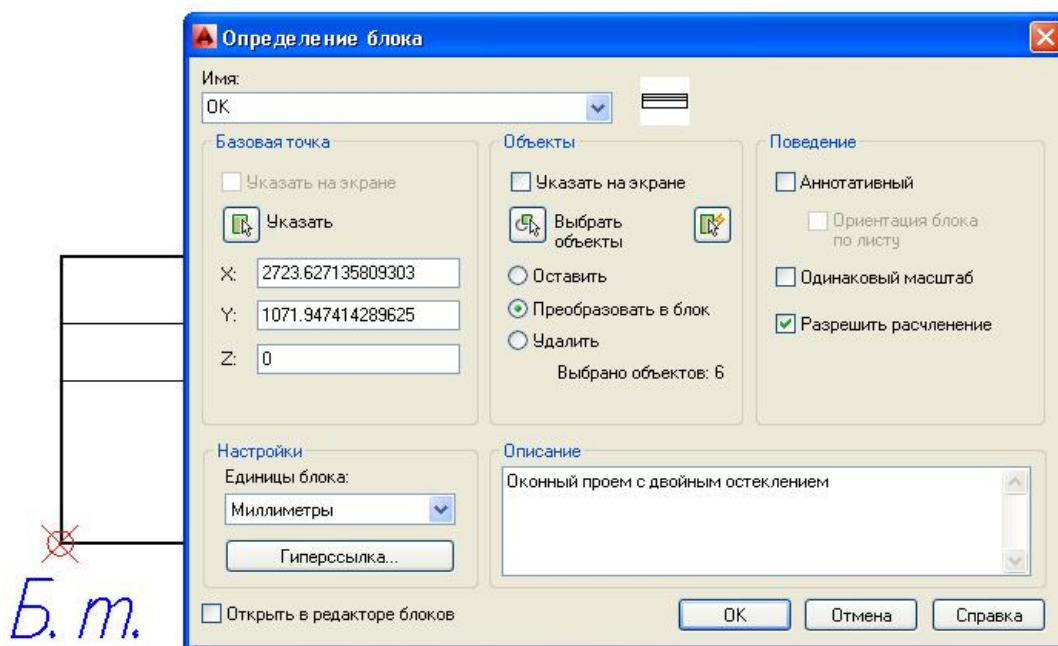

Рис. 45. Диалоговое окно **Определение блока**
2. Создать блок под названием **ОК** последовательностью команд **Рисование** → **Блок** → **Создать...** . В результате откроется диалоговое окно **Определение блока** (рис. 45).